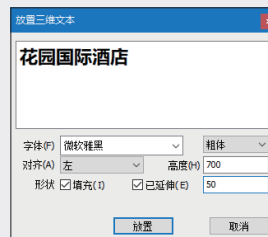

图3-100
- 02 选中“3D文本”工具 , 在“文本”文本框中输入“花园国际酒店”和Garden International Hotel文本, 将字体、高度等进行如图3-100和图3-101所示的设置, 单击“放置”按钮。